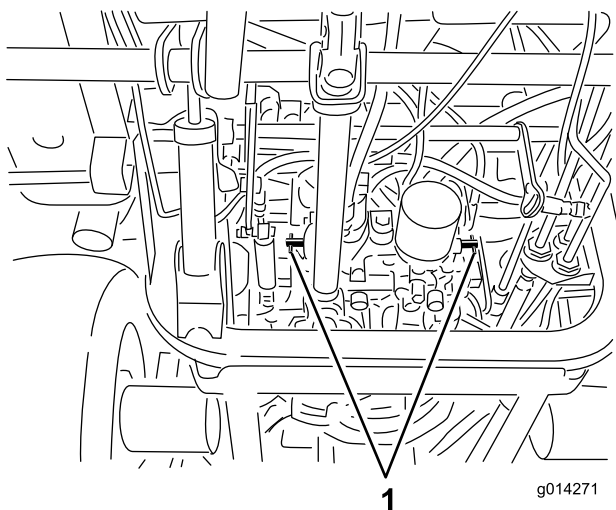

Figura 25
3. Gire las válvulas de desvío una vuelta en el sentido contrario a las agujas del reloj (Figura 25).
1. Gire cada válvula de desvío una vuelta en el sentido de las agujas del reloj y apriételas a mano (Figura 25).
2. Apriete las válvulas a 8 N·m (71 pulgadas-libra) aproximadamente, según se muestra en Figura 25.